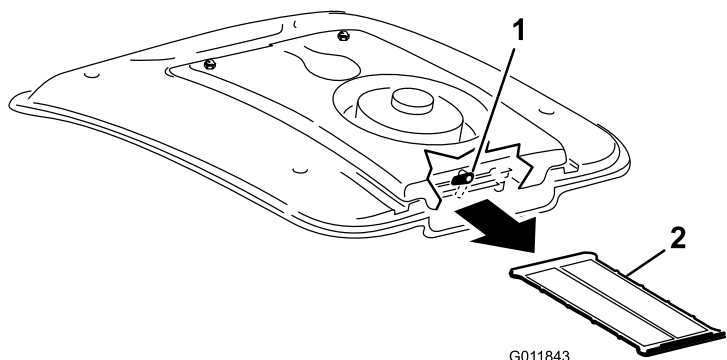

Figura 56
2. En la parte trasera del soporte del ventilador, gire el cierre a un lado (Figura 56).
3. Retire el filtro del aire acondicionado de debajo del serpentín del aire acondicionado (Figura 56).
4. Limpie la rejilla a fondo con aire comprimido (Figura 56).